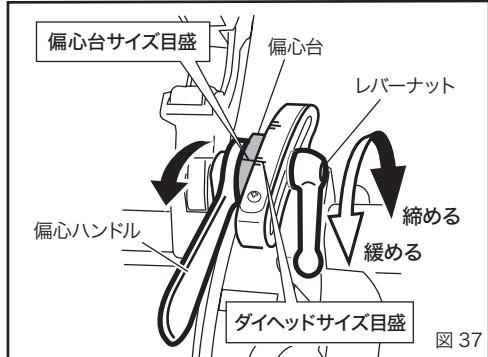
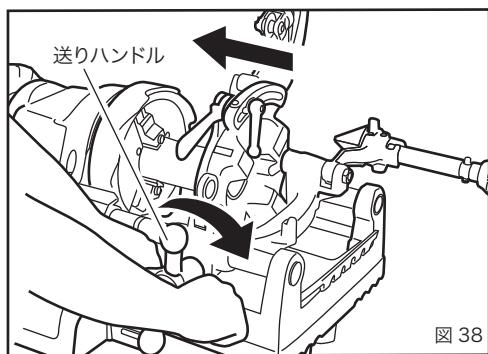

図 37
図 38
①ねじ切りのサイズ寸法を合わせるには偏心台の目盛を、ダイヘッドのサイズ目盛のねじ切り寸法に合わせて、レバーナットを締めて固定してください。(図 37)
②スイッチを入れるとオイルはダイヘッドから自動的に注油されます。
③送りハンドルを右回り方向に動かしパイプにチエーザを押しつけ食いつかせてください。ねじ山が 3 ~ 4 山切れればあとは自動的にねじが切れます。このマシンに使用されているシリーズモーターは、回転数が周波数に左右されず、負荷によって自動的に変化します。(図 38)
④ねじが規定の寸法まで切れましたら、偏心ハンドルを徐々に矢印の方向に持ち上げてチエーザを開きねじを切り上げます。